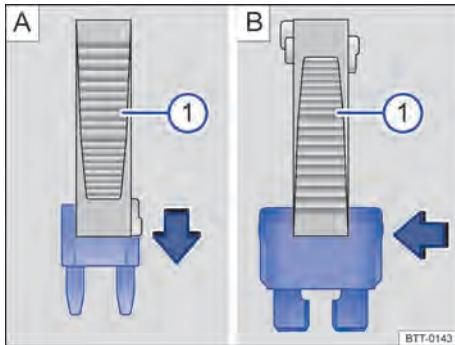

Fig. 182 Retirar ou colocar o fusível plano com o alicate de plástico: A: MINI, B: ATO.
- *No caso de fusíveis planos*, de acordo com o modelo do fusível, colocar as garras adequadas do alicate plástico ⇒ Fig. 182 A ① ou ⇒ Fig. 182 B ① sobre o fusível na direção da seta.
- Se o fusível estiver queimado, substituir o fusível por um novo da *mesma* intensidade (mesma cor e inscrição) e do *mesmo* tamanho ⇒ ①.